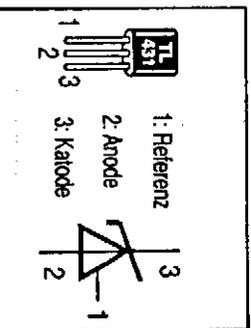
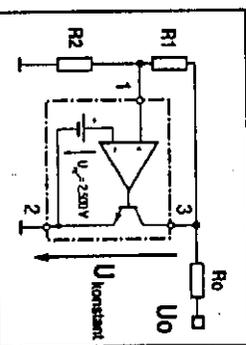

Bild 22: Der TL431 ist ein Referenzelement im TO-92-Gehäuse.
Bild 23: Die externe Beschaltung legt die stabilisierte Spannung fest.
■ Das erste Exemplar, der TL431, ist Ihnen als Referenzelement bekannt, z.B. aus der Bauanleitung des Akkuschalters im E-AM 4/90 (Bild 22). Der TL431 ist so etwas wie eine komfortable Z-Diode; er hat eine feste Referenzspannung von 2,5 V (nurakt 2,495 V), die man dazu benutzen kann, auch höhere Spannungen mit sehr guter Stabilität zu erzeugen (Bild 23).
Der in Bild 23 eingezeichnete Ausgangstransistor besteht in Wirklichkeit aus der Darlington-Stufe T9/T10 (vgl. Bild links). Der im TL431 integrierte Operationsverstärker hat seinen Ausgang also am Punkt M. Zwischen den Pins 2 und 3 besteht der geschaltete Nebenanschluß für denjenigen Strom, der nicht durch den Verbraucher fließen soll. Unter diesem Blickwinkel wird wieder die Analogie zur Z-Diode deutlich, die sich ja ähnlich verhält, nur nicht mit der hohen Empfindlichkeit eines OpAmps.